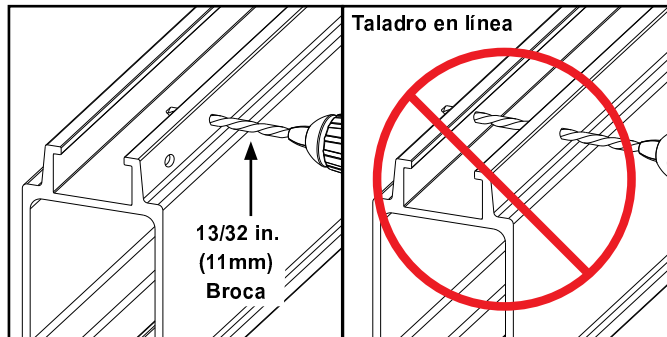

Figura 3-10
- Paso 2. Taladre dos (2) orificios usando broca 13/32 in (11 mm). No trate de taladrar en línea. Repita el proceso en el lado opuesto del riel. Vea Figura 3-10.